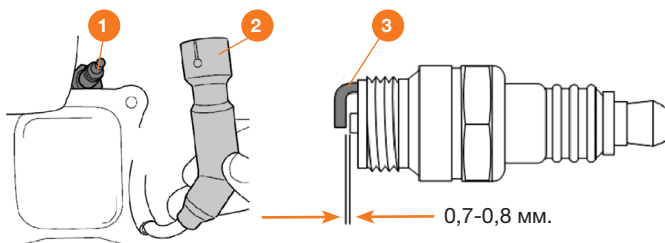

Рис. 14
1. Снимите колпачок **2** свечи зажигания **1** (Рис. 14).
6. Плотно установите колпачок **2** на свечу зажигания **1** (Рис. 14).